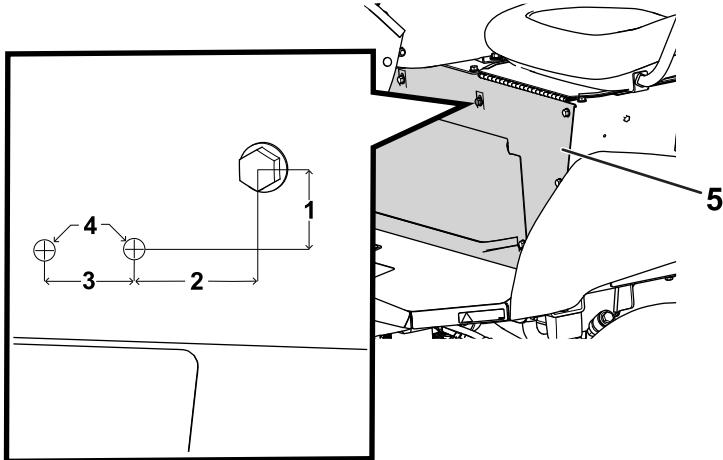

図 27
- 座席ベースのボルトから測定して以下の距離の場所に、ドリルで2つ穴を開ける図 27。